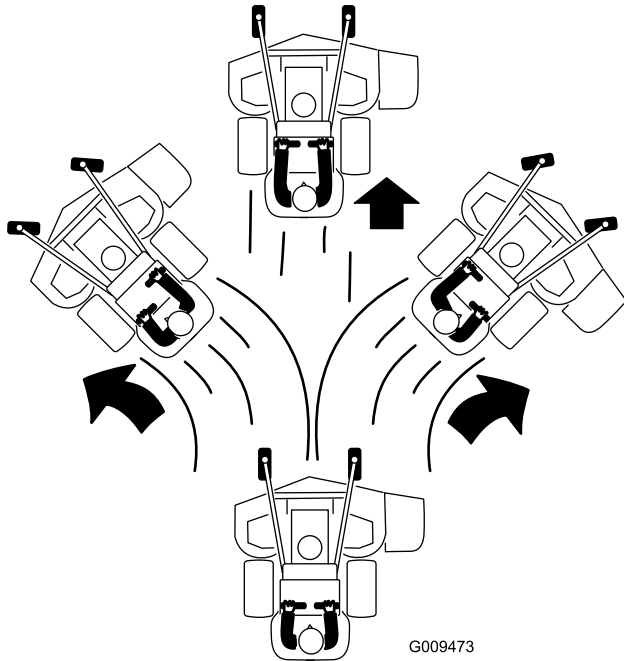

Bild 19
4. Schieben Sie die Fahrtriebshebel langsam nach vorne (**Bild 19**).